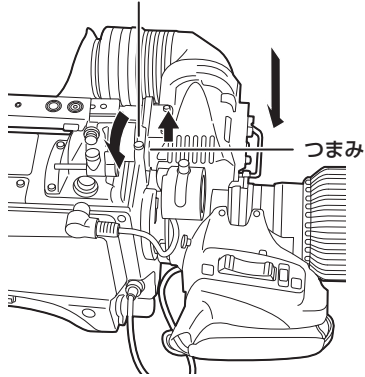

図 1
- 2 取り付けプレートのつまみを引き上げ、プレートをスライドさせてビューファインダーを取り付ける。(図 1)
- 3 ビューファインダー左右位置固定リングをしっかりと締め付ける。(図 1)